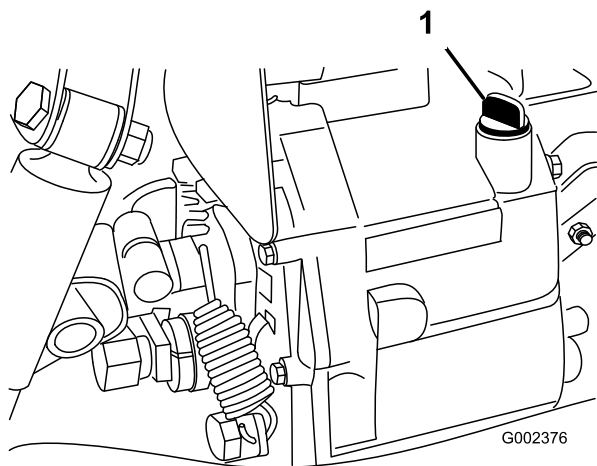

Bild 69
5. Reinigen Sie den Bereich um den Peilstab (Bild 69).